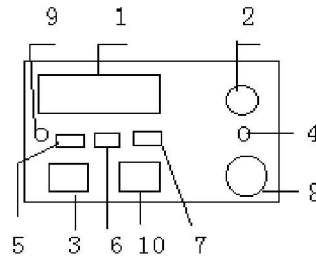

Figura 1: Pannello frontale
(4) Verificare le condizioni di funzionamento della macchina;
(5) Selezionare la tensione di rilevazione (selettore rotante (2) figura 1) adeguata in funzione dello spessore del rivestimento anticorrosivo (vedere la tabella allegata per i dettagli "Pag.10"). Una volta impostato il valore corretto, è possibile iniziare la rilevazione.
(6) Scegliere l'adeguata velocità di scorrimento della sonda/spazzola per mantenere una migliore qualità di rilevamento in relazione ai diversi materiali anti-corrosione e spessori. (Se la rilevazione viene effettuata in un ambiente rumoroso, è possibile utilizzare le cuffie in dotazione per monitorare il suono dell'allarme)
(7) Al termine della rilevazione, spegnere l'apparecchi con l'apposito tasto. Lo strumento è dotato di una funzione di autospegnimento dopo 30 minuti.